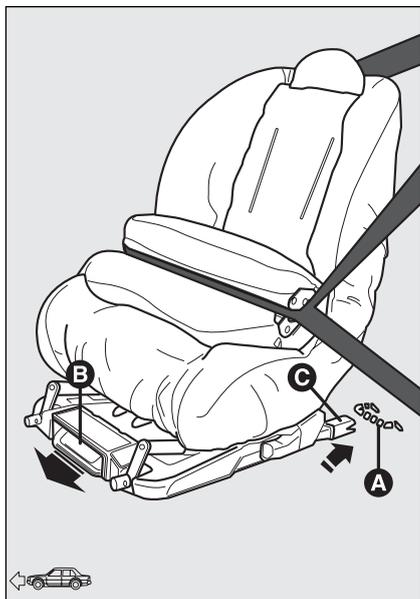

fig. 17
- s'assurer que le levier de désacrage **B-fig. 17** soit en position de repos (rentrée);